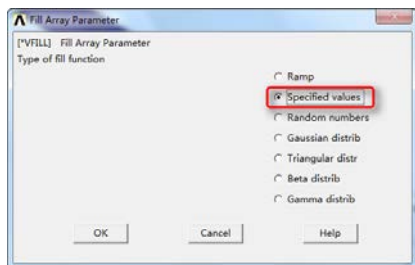
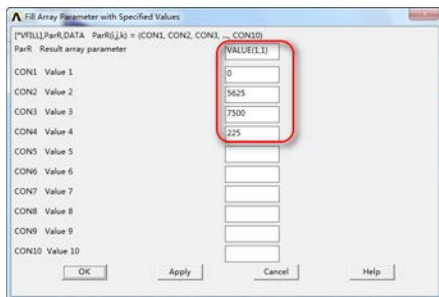

图 8-32 “Fill Array Parameter”对话框
图 8-33 “Fill Array Parameter With Sperified Values”对话框
⑥对定义数组的第一列赋值：Utility Menu > Parameters > Array Parameters > Fill，弹出如图 8-32 所示的“Fill Array Parameter”对话框，单击选择“Specified Values”选
项，单击“OK”按钮，弹出如图 8-33 所示的“Fill Array Parameter with Sperified Values”对话框，在“Result array parameter”后面的输入栏中输入“VALUE（1，1）”，在后面的数值栏中依次输入“0，5625，7500，225”，单击“Apply”按钮。
⑦对定义数组的第二列赋值：弹出如图 8-32 所示对话框，单击选择“Specified Values”选项，单击“OK”按钮，弹出如图 8-33 所示对话框，在“Result array parameter”后面的输入栏中输入“VALUE（1，2）”，在后面的数值栏中依次输入“SIGXZ1，SIGXZ2，SIGXZ3，FC3”，单击“Apply”按钮。
⑧对定义数组的第三列赋值：弹出如图 8-32 所示对话框，单击选择“Specified Values”选项，单击“OK”按钮，弹出如图 8-33 所示对话框，在“Result array parameter”后面的输入栏中输入“VALUE（1，2）”，在后面的数值栏中依次输入“ABS(SIGXZ2/5625)，ABS(SIGXZ3/7500)，ABS(FC3/225)”，单击“OK”按钮。
⑨结果输出到文件：Utility Menu > File > Switch Output to > File，在输入栏中输入